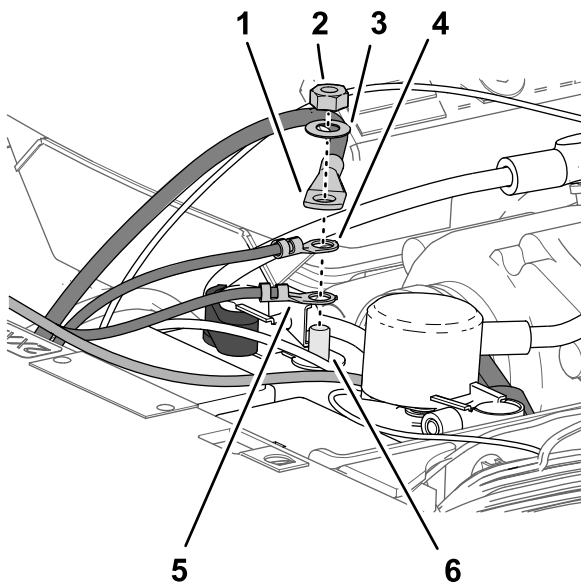

Figura 211
5. Monte os seguintes terminais do fio e cabo nos postes roscados do terminal negativo da bateria (Figura 211) na ordem seguinte: